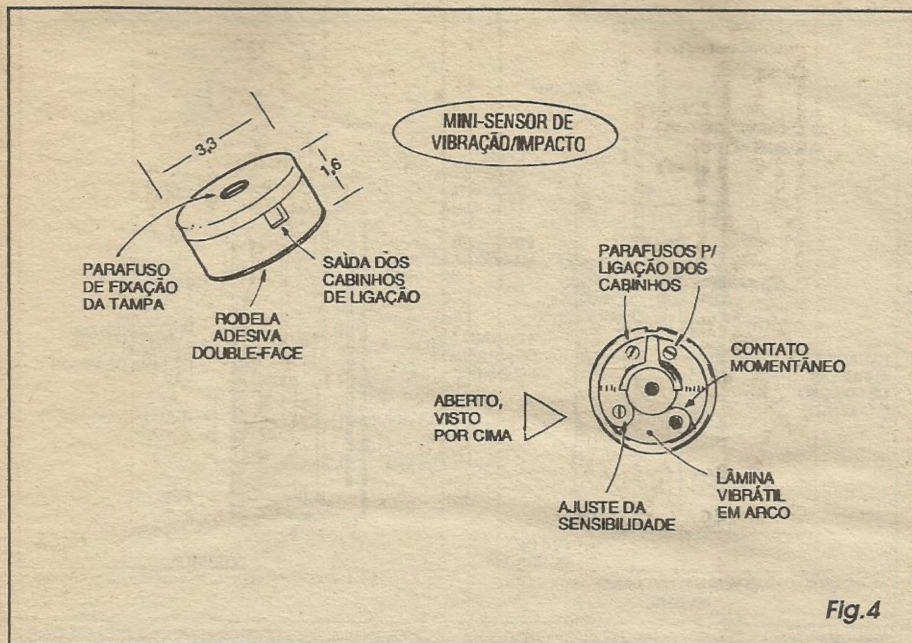

Fig. 4
- **FIG. 4 - O MINI-SENSOR DE VIBRAÇÃO/IMPACTO** - Por ser um componente usado menos frequentemente (e, especificamente este, de modelo *novo*...), a ilustração traz ao leitor/hobbista uma série de importantes informações visuais quanto à peça... Por fora trata-se de um pequeno e baixo cilindro plástico (3,3 cm. de diâmetro e 1,6 cm. de altura...) fechado por uma tampa (presa por parafuso central), e contendo lateralmente uma pequena fenda de saída para os fios de ligação a serem conectados... Removendo-se a tampa (é forçoso que isso seja feito, para a ligação dos cabinhos que levarão a informação ao circuito...) são vistos alguns conjuntos de lâminas metálicas, dispostas em arco ao longo da periferia do círculo... A figura evidencia os pontos de conexão para a fiação externa, o contacto momentâneo, e também um parafusinho através do qual pode-se ajustar a sensibilidade do dispositivo. Quanto mais perto ficarem um do outro os pontos do contacto momentâneo, mais sensível será o conjunto... Já afastando-se tais contactos um do outro (pela ação em sentido reverso, do citado parafusinho de ajuste...), torna-se o conjunto menos sensível, passando a necessitar de pancadas mais fortes para o acionamento (fechamento momentâneo...) dos ditos contactos... Na base do conjunto, existe uma roleta de adesivo *double-face*, originalmente recoberta por um papel protetor, que deverá ser removido apenas quando da instalação final do sensor no seu lugar (detalhes mais adiante...), o que se faz por simples pressão...